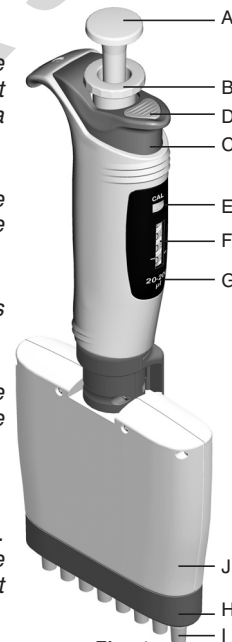

Fig. 1
**ATTENTION:** Le bouton de calibrage (fig. 1 E) situé au-dessus du compteur doit se trouver, pendant le travail, en position basse. Dans le cas contraire, chaque changement du volume provoquera un décalibrage de la pipette.